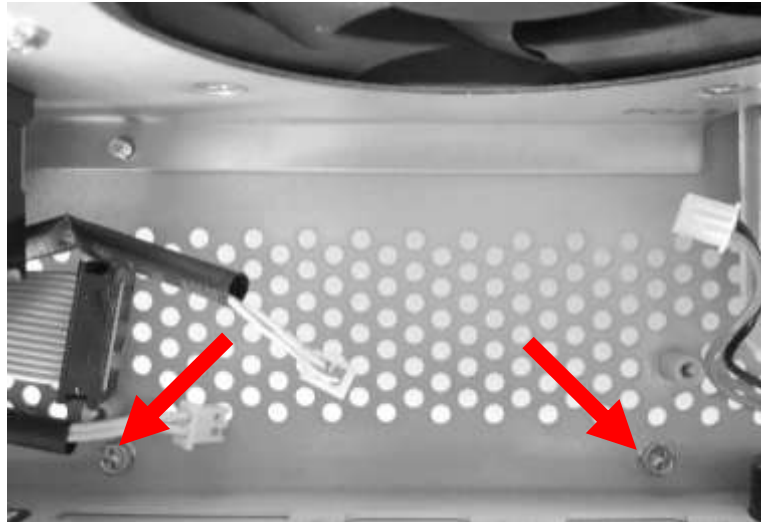

Abbildung 6: Entfernen der Schrauben an der Abdeckung des Parallelverbinders
7. Entfernen Sie die beiden in *Abb. 6* gezeigten Schrauben, die die metallische Parallel-Stecker Abdeckung am Wechselrichter befestigen. Diese Schrauben werden nicht mehr benötigt.